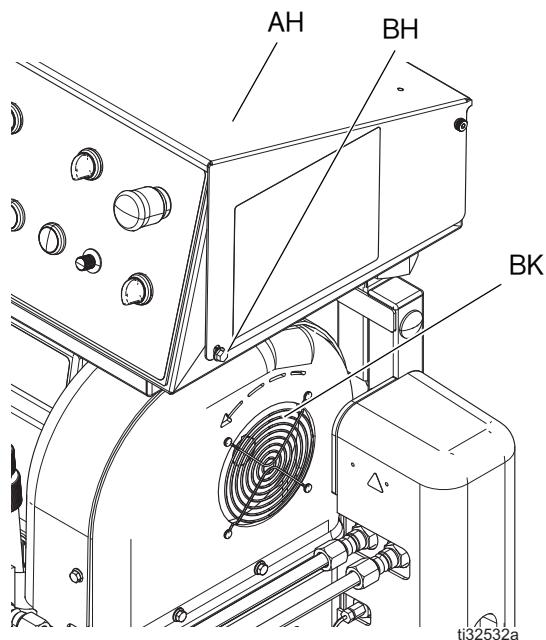

图 7: 电动马达旋转
- 确认电动马达风扇 (BK) 旋转是否正确。
- 将主电源断开设备 (CE) 打开。
- 将控制电源开关 (CH) 转到起动。将泵控制开关 (CL) 转到空档。
- 短暂开启马达电源开关 (CN)。观察电动马达风扇 (BK) 的旋转方向。参见图 7 所示。
- 立即将马达电源开关 (CN) 关闭。
- 将控制电源开关 (CH) 转到停止。
- 将主电源断开设备 (CE) 关闭。